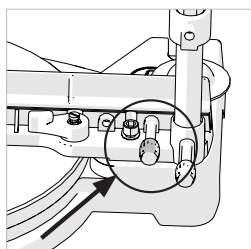

Рис. 5
- Ослабьте винт с накатанной головкой (**рис. 5**).